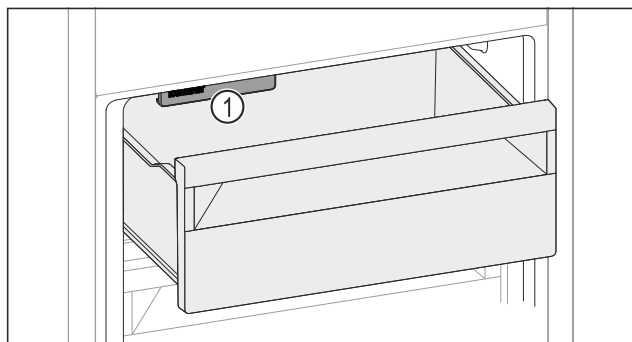

Fig. 101
- Tenga en cuenta el IceMaker Fig. 101 (1).